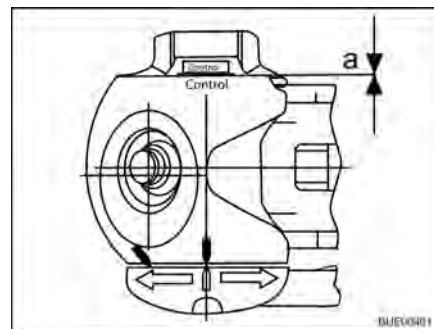

Fig. 194 Controllo usura
- Distanza  $a = 0$  (Fig. 194): Controllare guarnizioni di attrito ed ev. sostituirle.